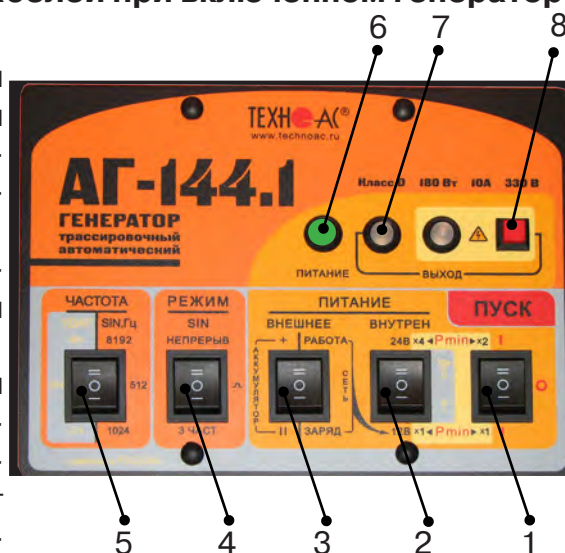

рис. 4.3
Включить питание клавишей включения питания поз.1 **рис.4.3** в одно из положений «I», в зависимости от выбираемой мощности. При свечении индикатора «Питание» поз.6 желтым цветом следует зарядить внутренние аккумуляторы, свечение зеленым цветом - можно приступать к работе.
1) Открыть крышку. Выбрать переключателем «ЧАСТОТА» поз. 5 **рис.4.3** необходимую частоту синусоидальной генерации (512 / 1024 / 8192Гц).
2) Выбрать переключателем «РЕЖИМ SIN» поз. 4 **рис.4.3** необходимый вид синусоидальной генерации (непрерыв//3част).
Переключатель поз.3 **рис.4.3** установить в положение «работа».
Переключателем напряжения внутреннего питания поз.2. **рис.4.3** установить первый коэффициент выбора мощности генерации.
4) Включить питание клавишей включения питания поз.1 **рис.4.3** в положение соответствующее второму коэффициенту выбора мощности
5) Начнется генерация и автосогласование с постепенным возрастанием напряжения на выходе. Здесь следует наблюдать за цветом индикатора «ВЫХОД» поз.7 **рис.4.3**. Если автосогласование закончилось зеленым свечением – заданная мощность достигнута. Если желтым – сопротивление нагрузки слишком велико для заданной мощности при выходном напряжении ограниченном «по умолчанию» на «безопасном» уровне 24 В.
1) Выключить питание генератора клавишей включения питания поз.1 **рис.4.3**, установив ее в положение «0».